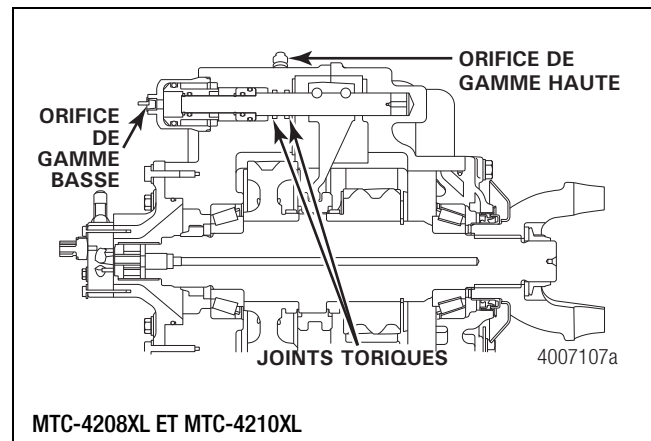

Figure 6.28
1. Enduire de graisse tous les joints toriques. Pour ce faire, utiliser de la graisse au lithium (norme Meritor 0-668). Se reporter à la Figure 6.28 pour l'assemblage des composants du dispositif de changement de gammes.